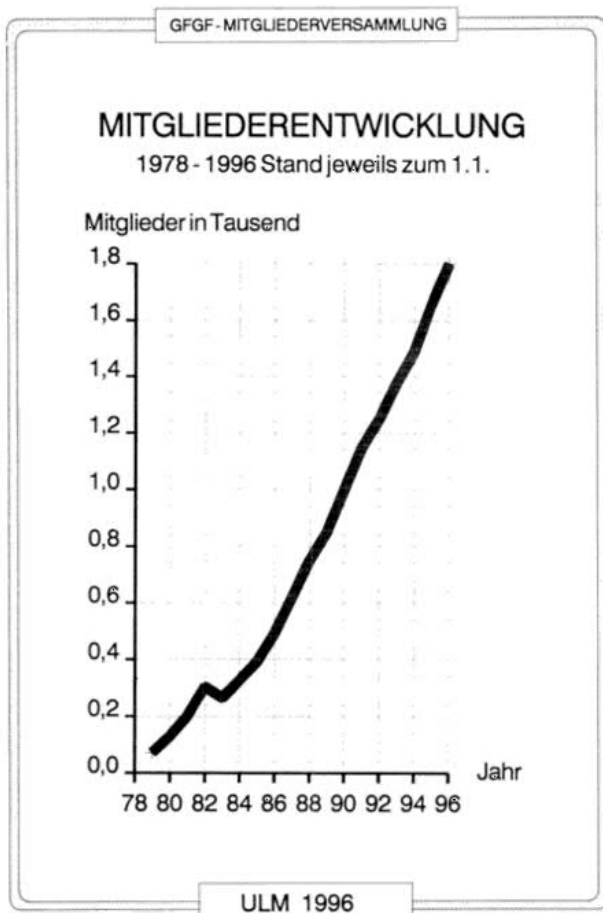

Bild 2: Entwicklung der Mitgliederzahl
- Die Mitgliederentwicklung (Bild 2) zeigte auch 1995 keine Änderung. Der Verein wuchs wieder um ca. 150 Mitglieder. In einer Gedenkminute gedachte die Versammlung der 10 verstorbenen Vereinsmitglieder, darunter unser Ehrenmitglied *Fritz Trenkle* und unser langjähriger Schatzmeister *Hermann Kummer*.